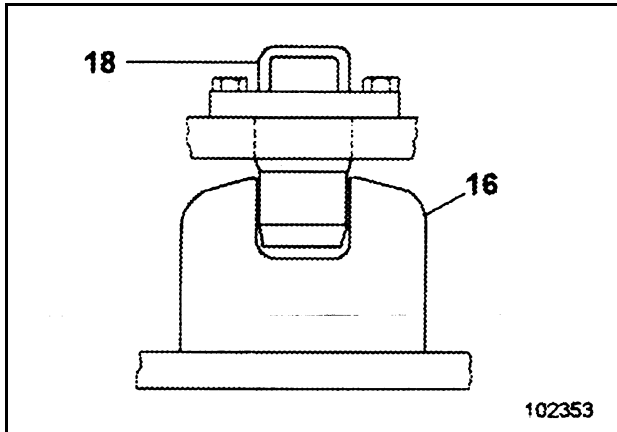

Fig. 2-63:
- Bloquear el chasis superior (Fig. 2-63:).